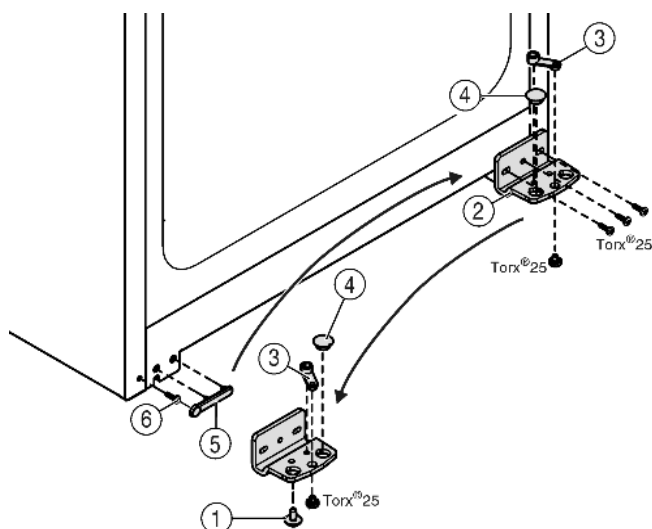

Fig. 6
- Lagerbock Fig. 6 (2) abschrauben.
- Lagerteil Fig. 6 (3) abschrauben und in das gegenüberliegende Aufnahme Loch des Lagerbocks umsetzen, wieder festschrauben.
- Stopfen Fig. 6 (4) aus dem Lagerbock herausnehmen und in das gegenüberliegende Aufnahme Loch des Lagerbocks umsetzen.
- Griffseitige Abdeckung Fig. 6 (5) vorsichtig abheben.
- Schraube Fig. 6 (6) herausdrehen und auf der Gegenseite wieder einsetzen.
- Abdeckung Fig. 6 (5) wieder aufsetzen.
- Lagerbock Fig. 6 (2) auf der neuen Scharnierseite **fest (mit 4 Nm)** ggf. mit Hilfe eines Akkuschraubers wieder festschrauben.